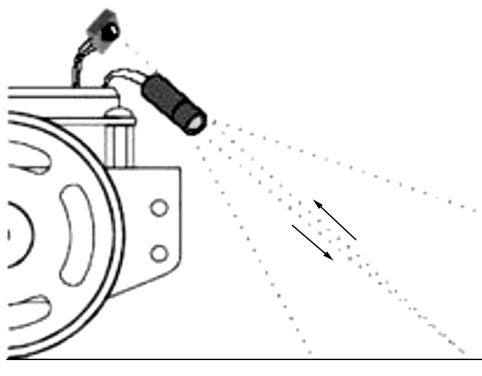

图 6-6 俯视的探测器
(1) 断开主板和伺服系统的电源。
(2) 使 IR 组向外向下，如图 6-6 所示。